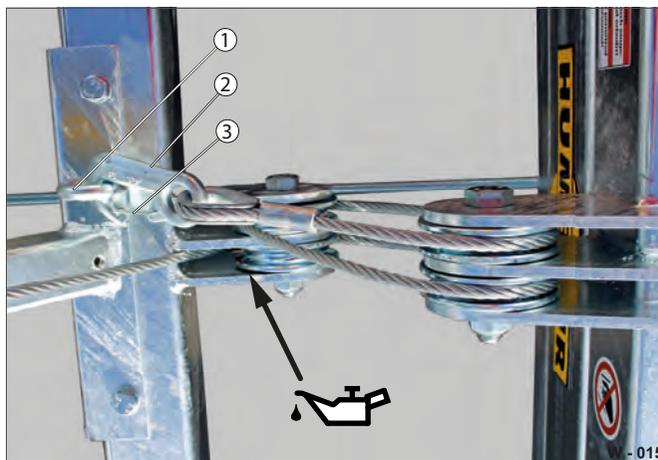

Fig. 15 Vérification des éléments de guidage / de sécurisation du câble en acier
- ▶ Vérifiez que l'anneau (Fig. 15 /1) est bien fixé.
- ▶ Assurez-vous que le crochet (Fig. 15 /2) n'est pas endommagé / déformé – le crochet doit être sécurisé avec un étrier à ressort (Fig. 15 /3).
- ▶ Retirez le crochet (Fig. 15 /2) de l'anneau (Fig. 15 /1).
- ▶ Fixez le crochet sur l'anneau (cf. Fig. 15).